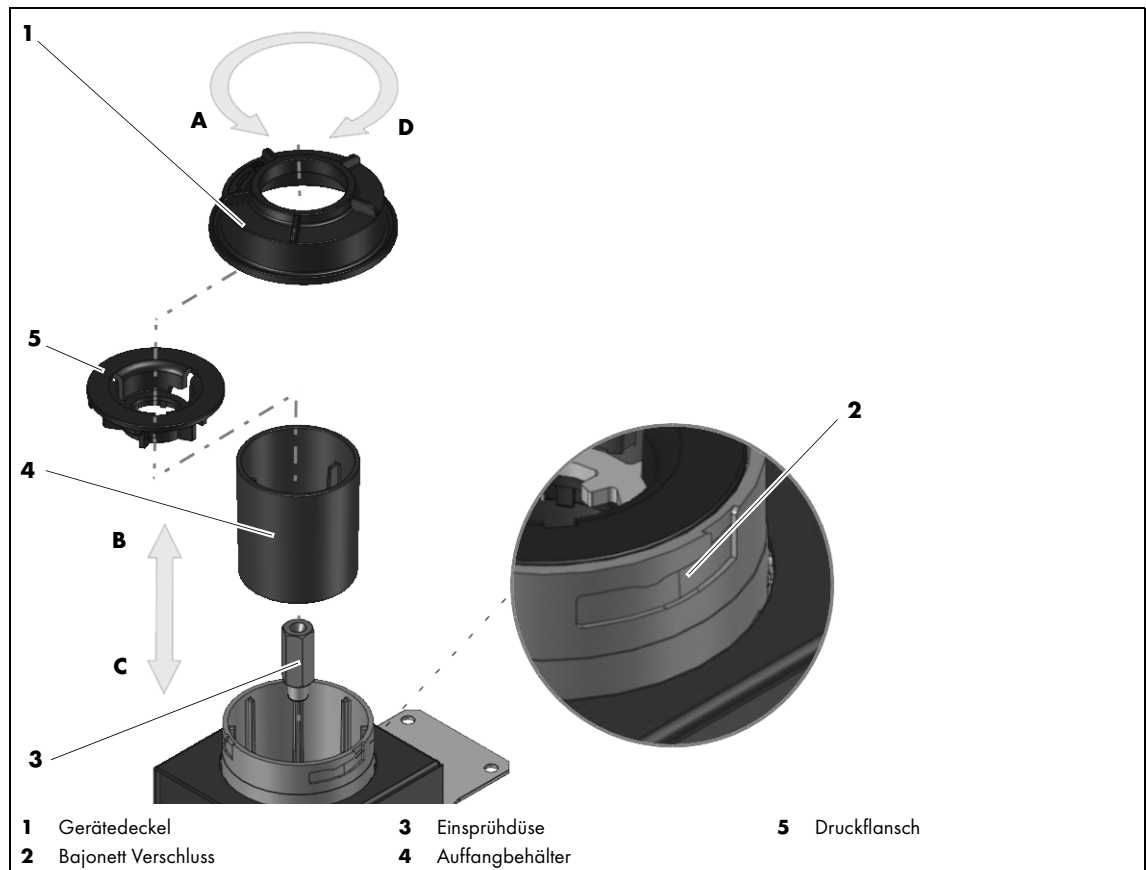

Abb. 10 Wartung und Reinigung
⇒ Abb. 10 Wartung und Reinigung auf Seite DE-15
• Gerätedeckel lose	• Gerätedeckel (1) auf festen Sitz prüfen ggf. befestigen ⇒ Abb. 10 Wartung und Reinigung auf Seite DE-15